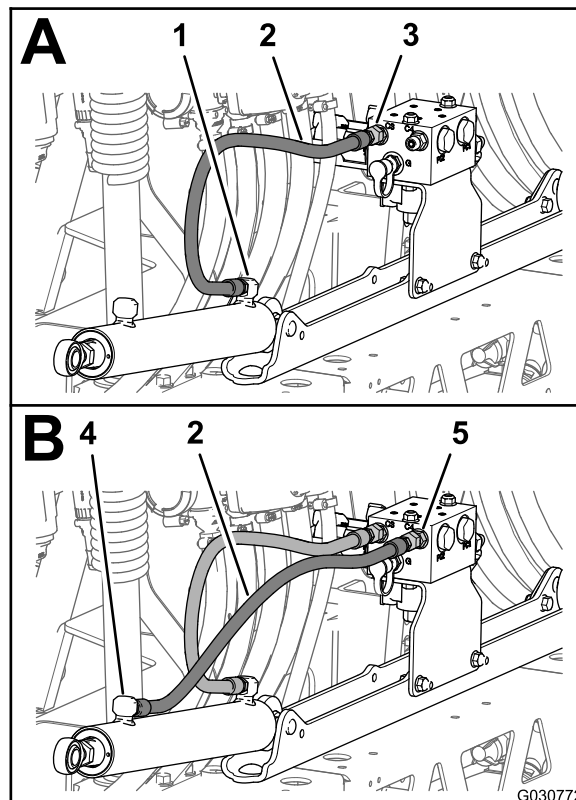
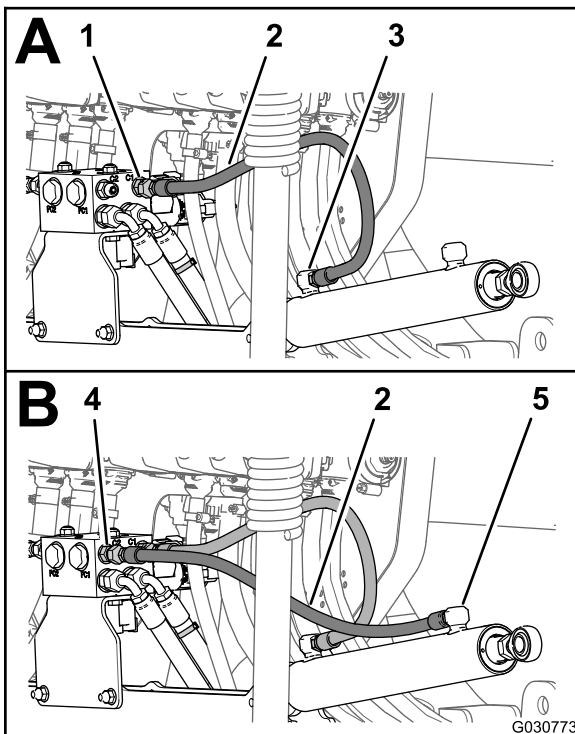

Figura 95
Figura 96
1. Conecte provisionalmente una manguera hidráulica nueva (1/4" x 24-3/4") entre el orificio de extensión del cilindro de elevación del brazo izquierdo y el orificio C3 del distribuidor de elevación de los brazos (Figura 95).
2. Conecte provisionalmente una manguera hidráulica nueva (1/4" x 24-3/4") entre el orificio de retracción del cilindro de elevación del brazo izquierdo y el orificio C4 del distribuidor de elevación de los brazos (Figura 95).
3. Conecte provisionalmente una manguera hidráulica nueva (1/4" x 24-3/4") entre el orificio de extensión del cilindro de elevación del brazo derecho y el orificio C1 del distribuidor de elevación de los brazos (Figura 96).
4. Conecte provisionalmente una manguera hidráulica nueva (1/4" x 24-3/4") entre el orificio de retracción del cilindro de elevación del brazo derecho y el orificio C2 del distribuidor de elevación de los brazos (Figura 96).
5. Apriete los acoplamientos de los orificios de extensión y retracción de los cilindros de elevación (Figura 95 y Figura 96) a 21–26 N·m.
6. Apriete las tuercas giratorias de las mangueras del distribuidor de elevación de los brazos (Figura 95 y Figura 96) a 24–30 N·m.